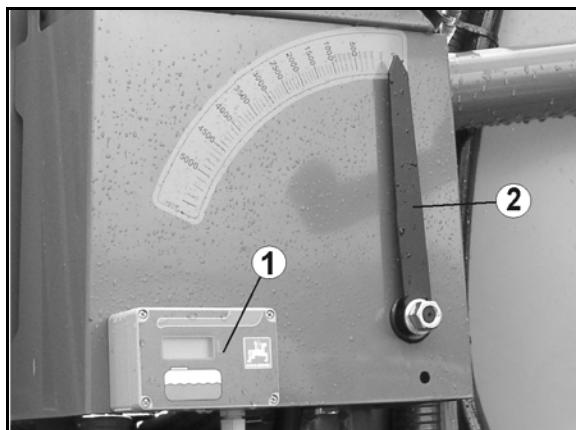

Fig. 52
- Piciorul de sprijin ridicat pe parcursul aplicației de lucru sau al transportului (Fig. 52).
1. Desfaceți șplintul (Fig. 52/2).
2. Scoateți bolțul (Fig. 52/3).
3. Ridicați / coborâți piciorul de sprijin prin intermediul mânerului. (Fig. 52/4)
5. Coborâți/ridicați piciorul de sprijin în continuare cu manivela (Fig. 52/5).